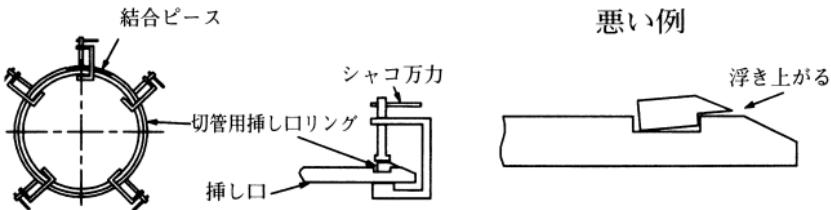

図78 切管用挿し口リングの締め付け
- ②シャコ万力を用いて、切管用挿し口リングの分割部の反対側から順次締め付ける。このとき、切管用挿し口リングが図78の悪い例のように浮き上がらないように注意する。